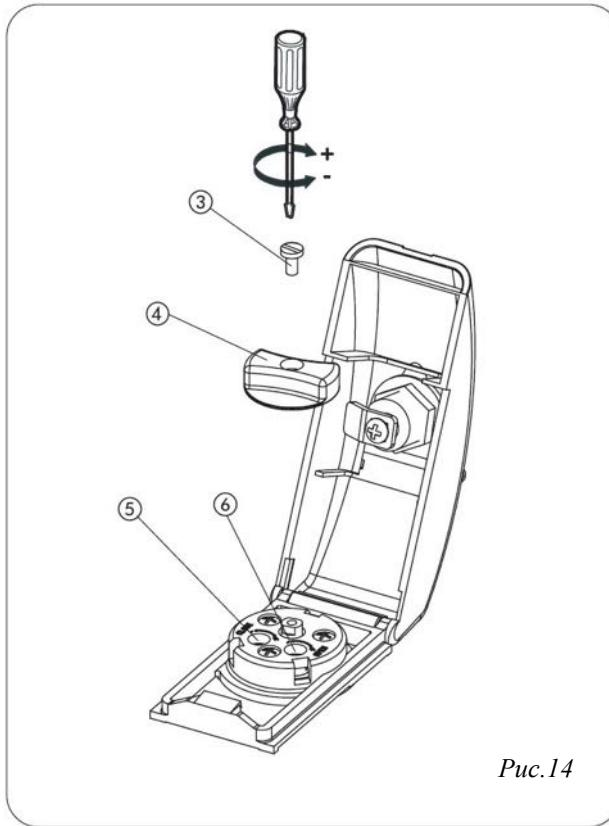

Рис.14
- Поднимите защитную крышку (Рис.14).
- Открутите винт (Рис. 14 ③), который удерживает поворотную рукоятку механизма разблокировки, и снимите рукоятку (Рис.14 ④).
- Регулировка производится винтами (перепускные клапана) ⑤ и ⑥ (Рис.14).
- После окончания регулировки, установите на место поворотную рукоятку механизма разблокировки (Рис.14 ④) и закрепите её винтом (Рис.14 ③).